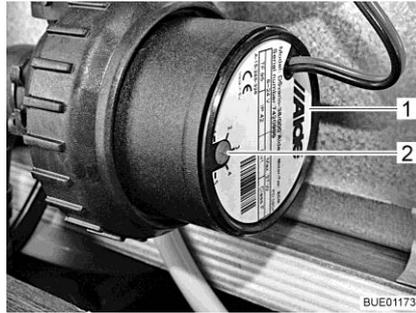

Fig. 215 Reducción de la velocidad
La velocidad de la bomba de circulación se puede ajustar con el regulador giratorio (Fig. 215,2). Con una velocidad reducida disminuyen los ruidos de rodadura de la bomba.
El regulador giratorio se encuentra en la bomba de circulación (Fig. 215,1).
- Girar el regulador giratorio (Fig. 215,2) en sentido contrario a las agujas del reloj. Se reduce la potencia.